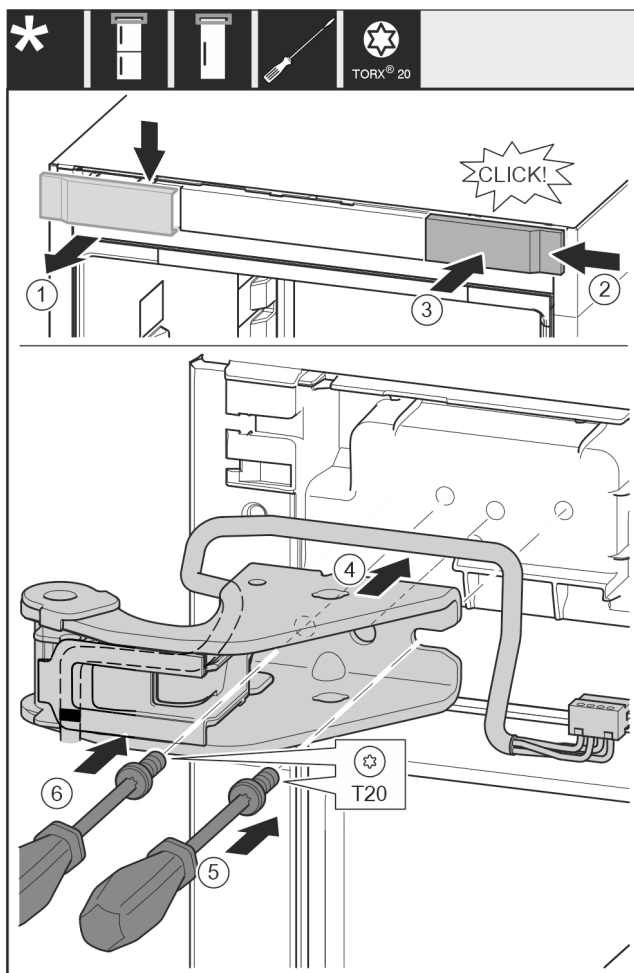

Fig. 32
- ▶ Detaşaţi apărătoarea de sus spre înainte. Fig. 32 (1)
- ▶ Acroşaţi pe cealaltă parte din dreapta capacul rotit cu 180°. Fig. 32 (2)
- ▶ Fixaţi în poziţie apărătoarea. Fig. 32 (3)
- ▶ Aşezaţi suportul de lagăr superior. Fig. 32 (4)
- ▶ Aşezaţi şi înşurubaţi ferm şurubul cu şurubelniţa T20. Fig. 32 (5)
- ▶ Introduceţi şi înşurubaţi ferm şurubul cu şurubelniţa T20. Fig. 32 (6)